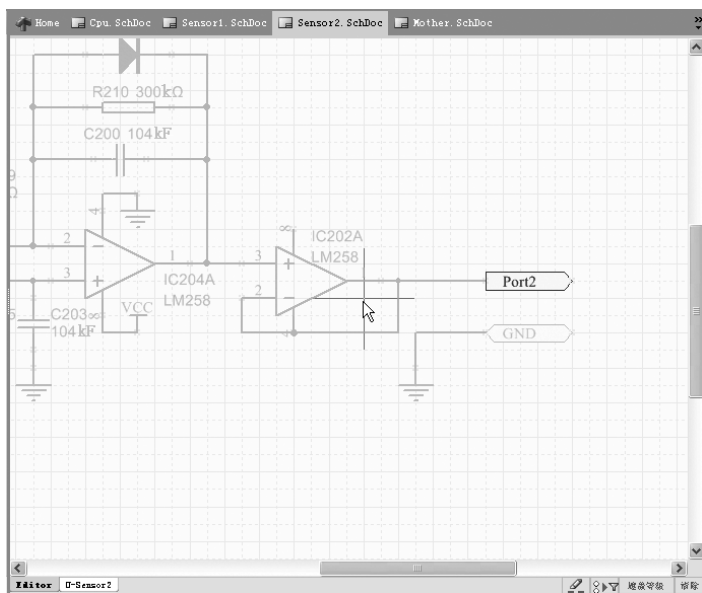

图 5-18 切换到相应子原理图
4) 单击该电路端口,子原理图“Sensor2.SchDoc”就出现在编辑窗口中,并且具有相同名称的输出端口“Port2”处于高亮显示状态,如图 5-18 所示。